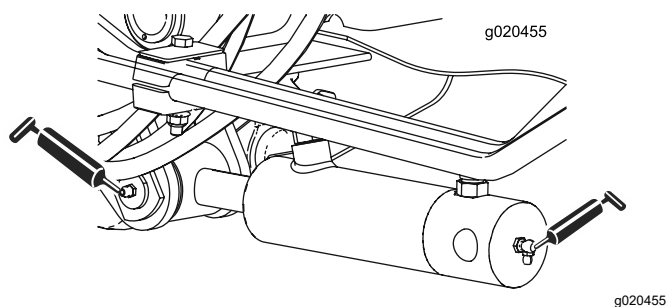

Figure 84
- 2 (de chaque côté) bagues de vérin de bras de levage (Figure 84)